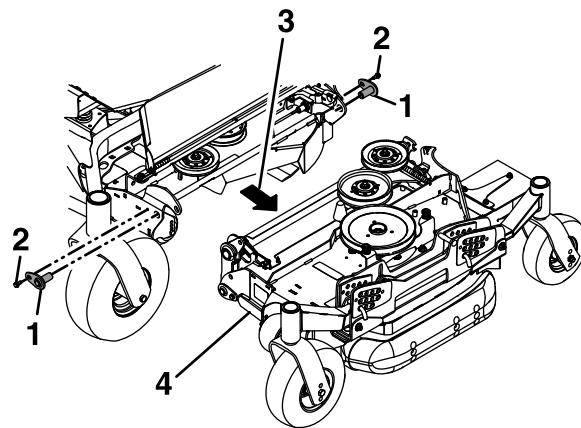

Figura 85
- Retire y guarde los pernos que sujetan los pasadores de giro superiores a la carcasa, y luego retire los pasadores de giro (Figura 85).
- Tire de la carcasa lateral hacia fuera para separarla de la carcasa central (Figura 85).
- Alinee e instale los pasadores de giro superiores en la parte delantera y trasera de la carcasa, y sujetelos con los pernos que se retiraron anteriormente (Figura 85).